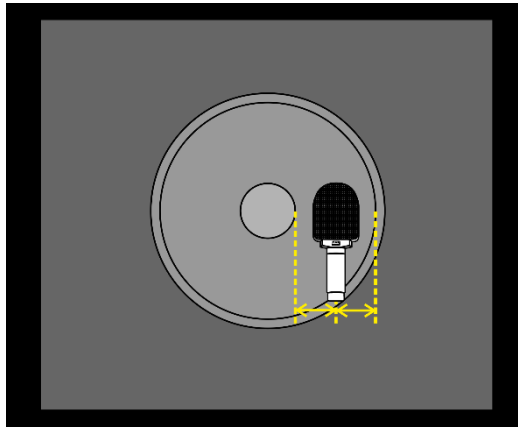

Fig. 02
- 04) Coloque el micrófono exactamente en el centro, entre el borde de la tapa antipolvo y el borde del altavoz, tal y como se muestra en la Fig. 02, página 6.
- Coloque el micrófono exactamente en el centro, entre el borde de la tapa antipolvo y el borde del altavoz, tal y como se muestra en la Fig. 02, página 6. Una vez colocado prueba a ver cuál es la posición más cómoda. Si se mueve el micrófono hacia la tapa antipolvo, aumentará la nitidez de la señal. Si acerca el micrófono al borde del altavoz, disminuirá el brillo y el sonido se volverá más cálido.